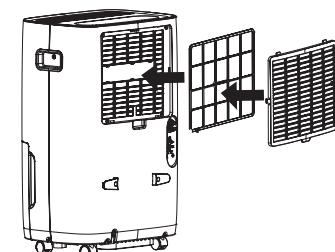

Рис. 9
- Установите воздушный фильтр и решетку забора воздуха (рис. 9). Нажмите кнопку «Фильтр» для отключения индикатора «Очистка фильтра».